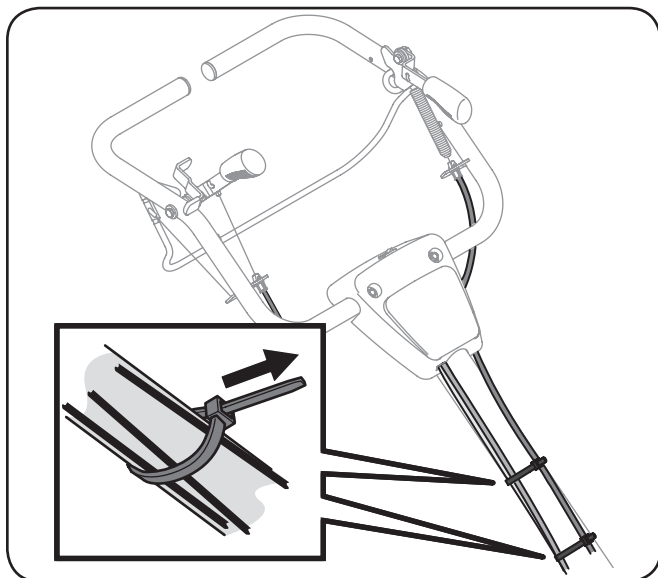

Figura 3-7
13. Pase los cables hacia adelante y de reversa a través de la ranura en el lado derecho del panel y asegure los cables a las manijas mediante los dos precintos de los cables del paquete de herrajes tal como se muestra en la Figura 3-7.